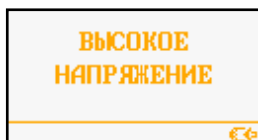

Рисунок 79 – Предупреждение о наличии недопустимого уровня напряжения для данного режима измерения
6.7.8.7 Если при измерении сопротивления уровень напряжения  $U_x$  превышает 36 В ВАФ издает повторяющийся звуковой сигнал, и на экран выводится предупреждение (рисунок 79).